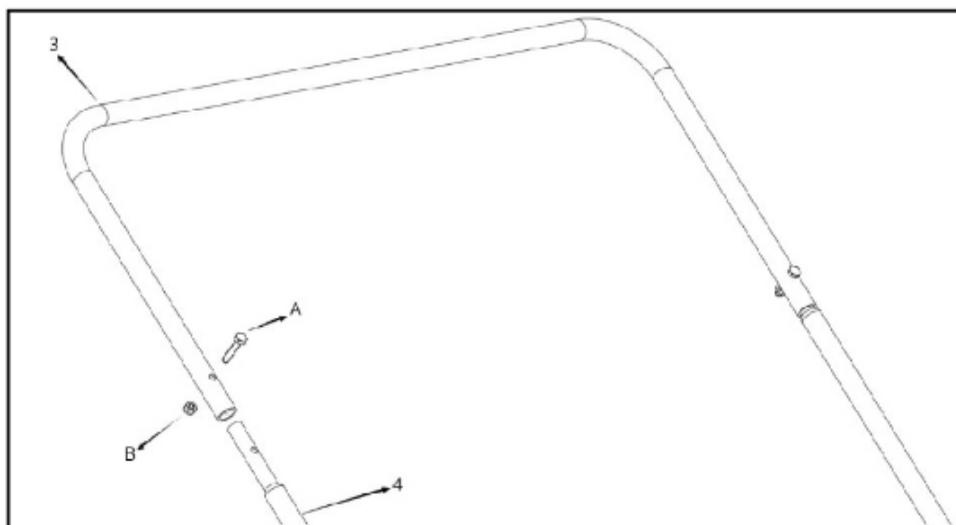

Рис.3
2. Наденьте верхнюю ручку (поз.3, рис. 3) на трубки опорных стоек (4). Совместите отверстия в ручке и зафиксируйте болтом М6х30 (А) и гайкой М6 (D), как показано на рисунке 3. Прodelайте то же самое с другой стороны.